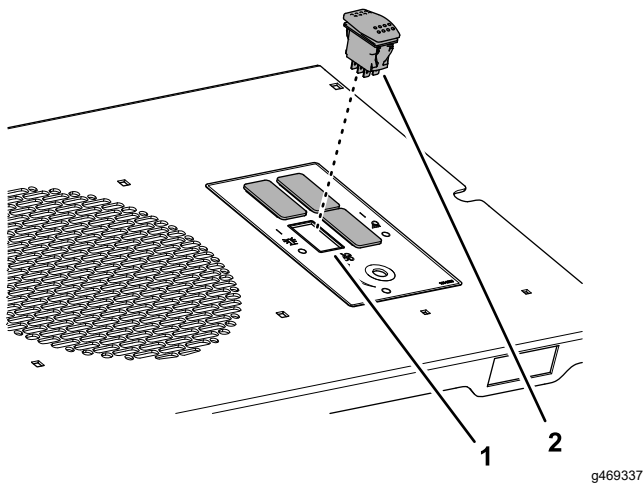

Figur 11
6. Avlägsna pluggen från öppningen för varningslampans omkopplare (Figur 11).